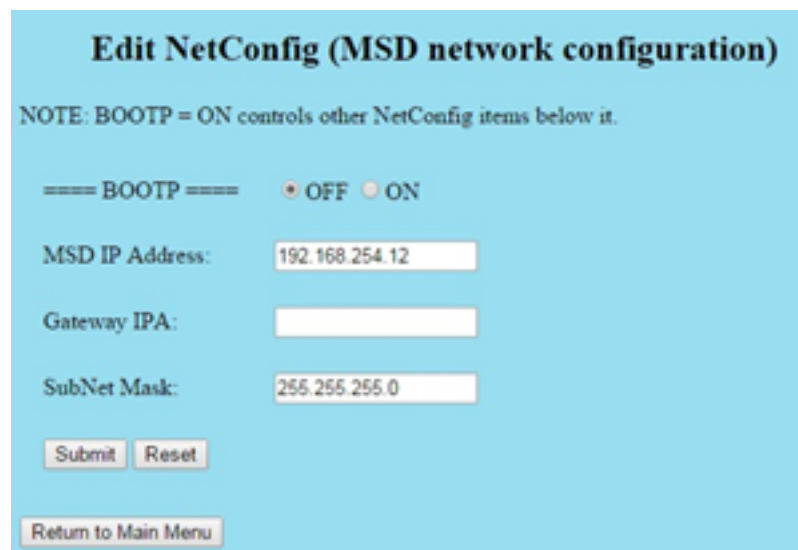

Figura 22. Editar NetConfig da WUI
- 5 Clique **Set Real-Time Clock or Edit NetConfig** e vá para a seção **Edit NetConfig (MSD network configuration)**. (Consulte Figura 22.)